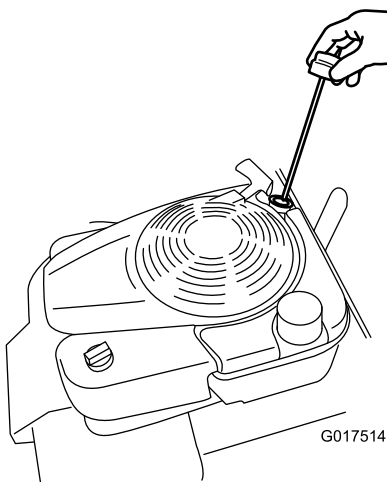

Figura 6
2. Retire la varilla girando el tapón en el sentido contrario a las agujas del reloj y tirando del mismo (Figura 6).